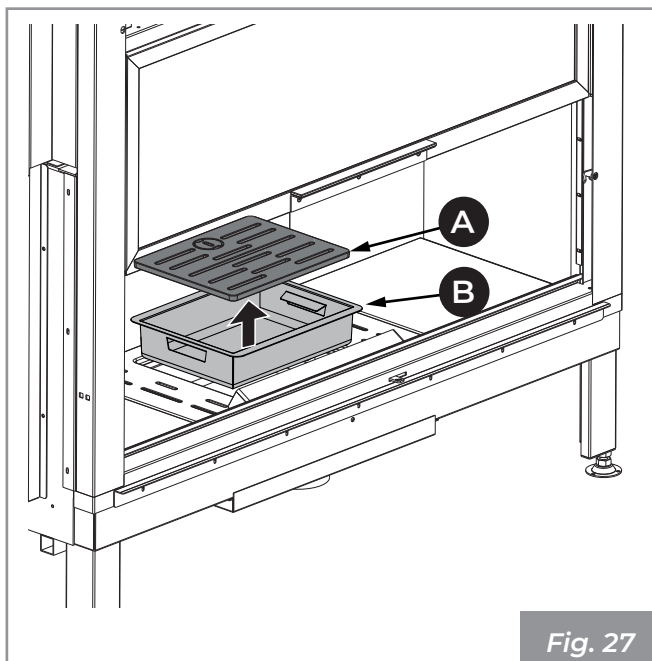

Fig. 27
- 1) Asegurarse que la rejilla (A) (Fig. 27) esté libre por eventuales residuos de combustión que puedan obstruir el libre pasaje de aire. Retirarla y efectuar la limpieza del fogón utilizando una escobilla (no en dotación) llevar los residuos de la combustión al cajón de cenizas. Prestar atención a eventuales brasas ardientes.